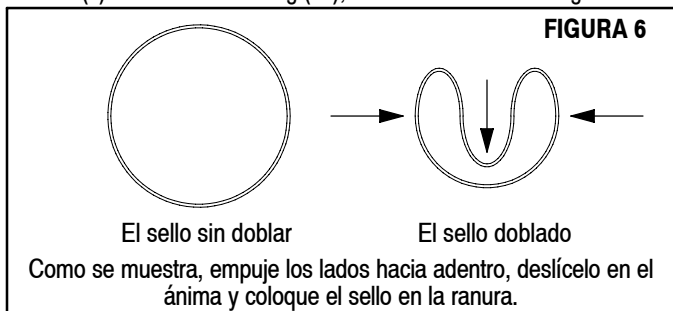

FIGURA 6
16. Empuje el tubo (44) dentro del orificio abocardado en la base del motor neumático y del montaje del cojinete (26).
17. Empuje la varilla extensible (11) a través de el "O" ring (42) de la base del conjunto de cabezal (35).
18. Alinee y presione el conjunto de cabezal (35) hacia abajo hasta que el cilindro (18) y el tubo (44) estén apoyados contra el conjunto de cabezal.
19. Inserte los seis pernos (23) dentro de los orificios de las bridas del conjunto de cabezal (35) y de la base del motor neumático y del montaje del cojinete.
20. Enrosque las seis tuercas (22) de los seis pernos (23). Ajuste las tuercas de forma alternada y empleando una presión uniforme.
21. Engrase cuidadosamente e instale el empaque tipo "U" (9) del adaptador (10), con los bordes del empaque enfrentados hacia abajo con la brida gruesa del adaptador de pistón (10).
22. Engrase cuidadosamente e instale los "O" rings (38 y 13) en el casquillo superior (7).
23. Curve el sello (39) en forma de corazón e instálelo en el casquillo superior (7) dentro de el "O" ring (38), tal como lo muestra la figura 6.